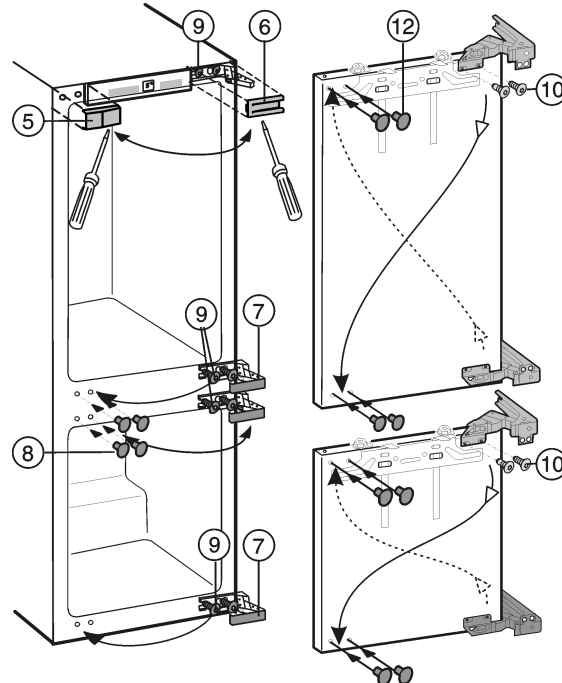

Fig. 8
- Soulever les caches Fig. 8 (5,6,7,8) avec un tournevis pour vis à fentes.
- Seulement desserrer les vis Fig. 8 (9) vis en haut et en bas au corps de l'appareil.
- Intervertir les vis Fig. 8 (9) sur le côté opposé et les visser provisoirement.
- Dévisser les vis Fig. 8 (10) et retourner la charnière en diagonale.
Les vis Fig. 8 (10) sont auto-taraudantes : Utiliser le tournevis à accu.
- Fermer les anciens trous de fixation avec les bouchons Fig. 8 (12).
- Mettre les portes dans les vis Fig. 8 (9) pré-montées et les visser avec un couple de serrage de **3 lb-ft (4 Nm)**.